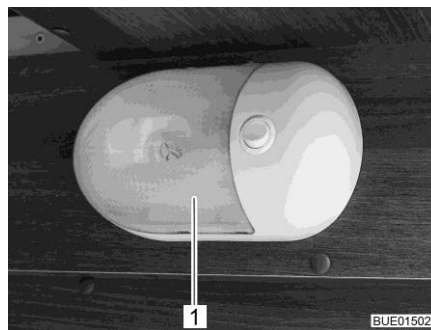

Bild 295 Påbyggnadslampa
- Tryck försiktigt samman den transparenta kåpan (Bild 295,1) på båda sidor, dra lätt bort den från brytaren och ta bort den framifrån.